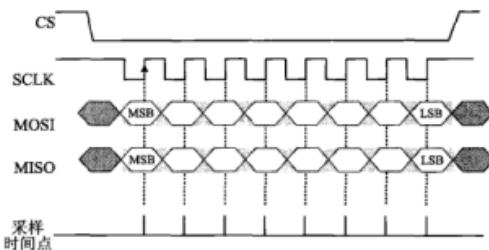

图 5.14.6 CPOL=1,CPHA=1
d) CPOL=1,CPHA=1 的情况如图 5.14.6 所示。
如图 5.14.6 所示,开始 SPI 接口处于空闲状态,SLCK 线保持在高电平状态。当 CS 跳变至低电平之后,开始数据传输。可以看到,数据在 SLCK 线的一个脉冲周期中的第 2 个边沿(此处是正跳变)得到传输。总结起来就是,当 CPOL=1 且 CPHA=1 时,SCLK 呈现负脉冲周期形式,数据在下降沿准备就绪,在上升得到存取。